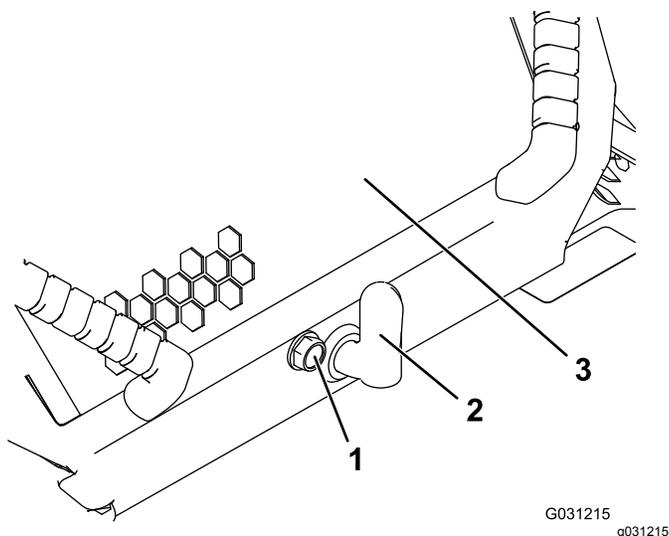

Figura 34
1. Allentate la vite di bloccaggio del cofano (Figura 34)
2. Girate il fermo del cofano in senso orario (Figura 34).
3. Alzate le maniglie per sollevare il cofano (Figura 34).
3. Serrate la vite di bloccaggio del cofano per fissare il dispositivo di chiusura (Figura 34).